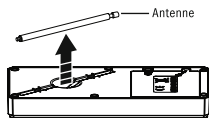

Abb. 4
4. Entnehmen Sie die Antenne (Abb. 4).